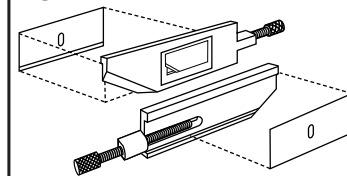

Fig. 28
3. Insérez le porte-lame dans le cutter (Fig. 28).